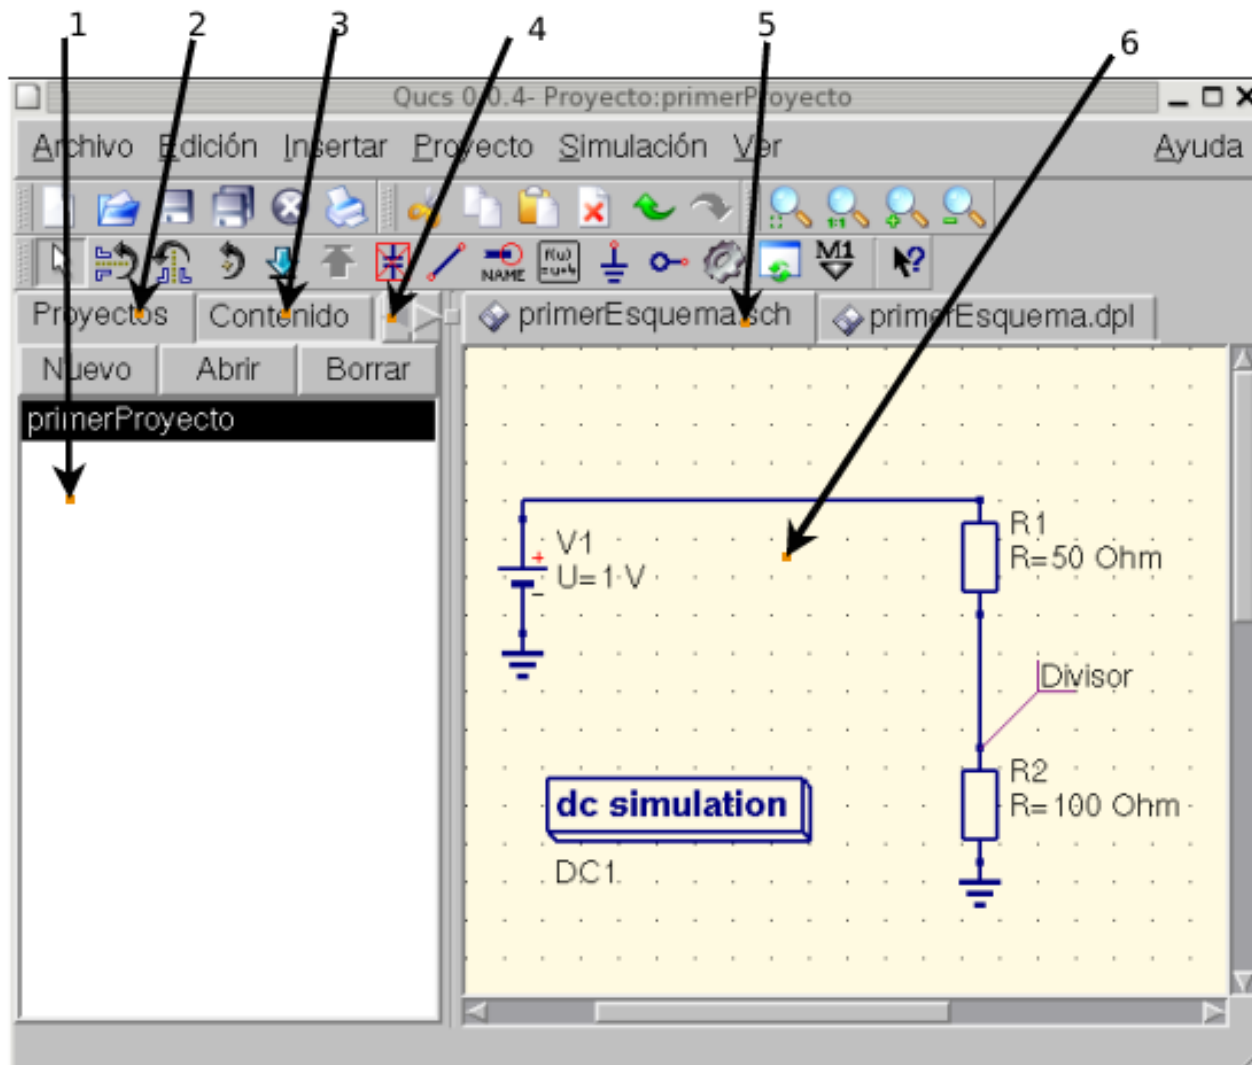

Figura 1 - Ventana principal de Qucs
La primera vez que arranca Qucs, crea el directorio ".qucs" dentro de su directorio home. Todos los archivos se graban en este directorio o en alguno de sus subdirectorios. Después de que se haya cargado Qucs, verá la ventana principal con un aspecto similar al de la figura 1. En el lado derecho hay un área de trabajo (6) que contiene los esquemas, visores de datos, etc. Si usa las pestañas (5) sobre ese área, puede cambiar con rapidez entre los documentos que estén abiertos. A la izquierda de la ventana principal de Qucs hay otro área (1), cuyo contenido depende de la selección de las pestañas que se encuentran en su parte superior: "Proyectos" (2), "Contenido" (3) y "Componentes" (4). Después de ejecutar Qucs, la pestaña de "Proyectos" (2) se activa. Si es la primera vez que arranca este programa, este área está vacía porque no tiene ningún proyecto. Pulse el botón "Nuevo" que está encima de este área (1) para que se abra un diálogo. Escriba el nombre de su primer proyecto, p. ej. "primerProyecto" y pulse el botón "Crear". Qucs crea un directorio de proyecto dentro del directorio ~/.qucs, para este ejemplo se llamará "primerProyecto\_prj". Todos los archivos que pertenezcan a este nuevo proyecto se guardarán dentro de este directorio. El proyecto nuevo se abre inmediatamente (como se puede ver en la barra del título de la ventana) y las pestañas cambian a la posición de "Contenido" (3), en la que se muestra en contenido del proyecto abierto. Aún no tiene ningún documento, así que pulse guardar en la barra de herramientas (o use menú principal: Archivo -> Guardar) para guardar el documento sin título que ocupa el área de trabajo (6). Se le pedirá el nombre del nuevo documento. Escriba "primerEsquema" y pulse el botón "Guardar".
Ahora queremos hacer una simulación simple de corriente continua, es decir, queremos analizar el circuito de la figura (1). Active la pestaña “Componentes” (4) en la figura 1). Ahí verá una caja desplegable donde puede escoger un grupo de componentes, y debajo, los componentes del grupo seleccionado. Escoja “componentes sueltos” y pulse en el primer símbolo: “Resistencia”. Si mueve el cursor del ratón al área de trabajo (6) llevará el dibujo del símbolo de una resistencia. Al pulsar el botón derecho del ratón rota el símbolo, al pulsar el botón izquierdo coloca el componente en el esquema. Repita este proceso para todos los componentes tal y como muestra la figura 1. Las fuentes de tensión están en la pestaña de “fuentes”, el símbolo de tierra se puede tomar de “componentes sueltos” o desde la barra de herramientas, la simulación que queremos está definida en los bloques grandes de simulación que están en la pestaña “simulaciones”. Para editar los parámetros de la segunda resistencia, haga doble clic sobre ella. Aparece un diálogo en el que puede cambiar la resistencia. Escriba “100 Ohm” en el campo de edición que está en el lado derecho y pulse intro.